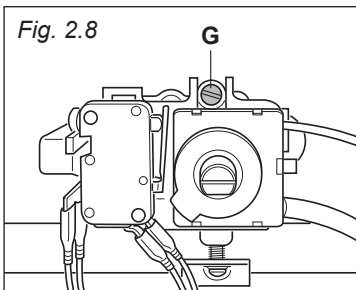

Fig. 2.8
- Sfilare la manopola e svitare la vite by-pass "G" (fig. 2.8) con un cacciavite a taglio, svitare di circa tre giri la vite by-pass (fig. 2.8).
- Dopo aver sfilato nuovamente la manopola e facendo molta attenzione a non ruotare l'asta del termostato, avvitare lentamente le viti di by-pass "G" (fig. 2.8) fino ad ottenere una fiamma di 3-4 mm di altezza.